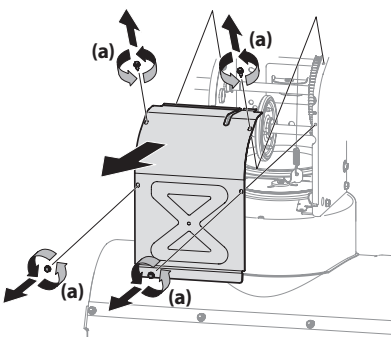

Figura 4-4
3. Saque la cubierta del marco desde debajo de la unidad, para lo que debe extraer los tornillos autorroscantes (a) que la sujetan. Consulte la Figura 4-4.
2. Saque la cubierta del marco desde debajo de la unidad, para lo que debe extraer los tornillos autorroscantes que la sujetan. Consulte la Figura 4-4.